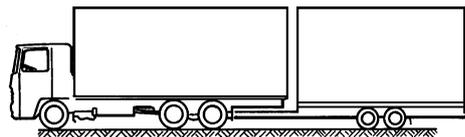

Abb. 3 Zugfahrzeug mit Starrdeichselanhänger
- **Vorderachse des Gelenkeichselanhängers (Abb. 3) entbremsen**
Beim Einkuppeln eines Starrdeichselanhängers (s. Abb. 3) Folgendes beachten: